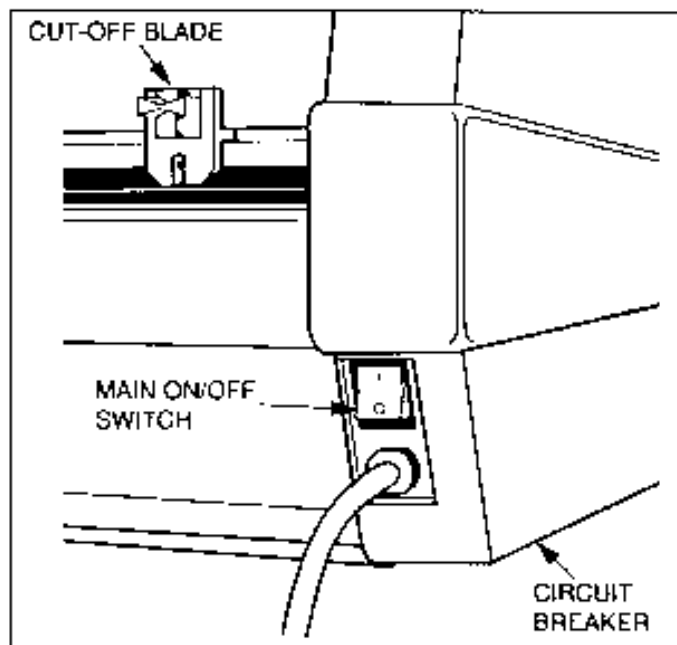

Fig. 6
1. Turn the laminator on (I) at the main power switch located at the back of the machine (Figure 6). The HEAT  lamp will come on and the READY  light will illuminate for approximately one minute then go out.
1. Schalten Sie den Laminator am Hauptschalter hinten am Gerät ein (Abb. 6). Die Heizlampe **HEAT**  wird eingeschaltet, und das **READY**  Licht leuchtet ungefähr eine Minute lang auf, um dann zu erlöschen.
1. Schakel de laminator in met behulp van de netschakelaar aan de achterzijde van het apparaat (zie afb. 6). Het thermolampje **HEAT**  gaat aan en het lampje gereed **READY**  licht ongeveer een minuut op en gaat dan uit.
1. Positionnez l'interrupteur "Marche/Arrêt" situé au dos de la plastifieuse sur "Marche" (figure 6). Le voyant **HEAT** (Chaleur)  et le voyant **READY** (Prêt)  s'allument pour une minute et après ils s'éteignent.